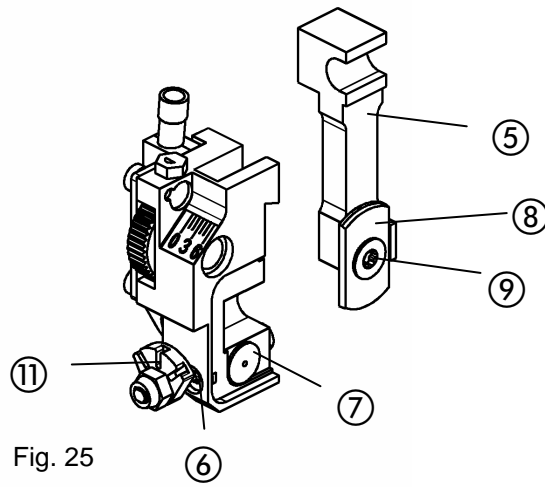

Fig. 25
- Fig. 25 -
- Girar hacia la izquierda la posición del excéntrico de enderezado del alambre ⑩ hasta que esté accesible el tornillo de sujeción ⑥.
- Soltar el tornillo de sujeción ⑥ y sacar la cuchilla redonda ⑦.